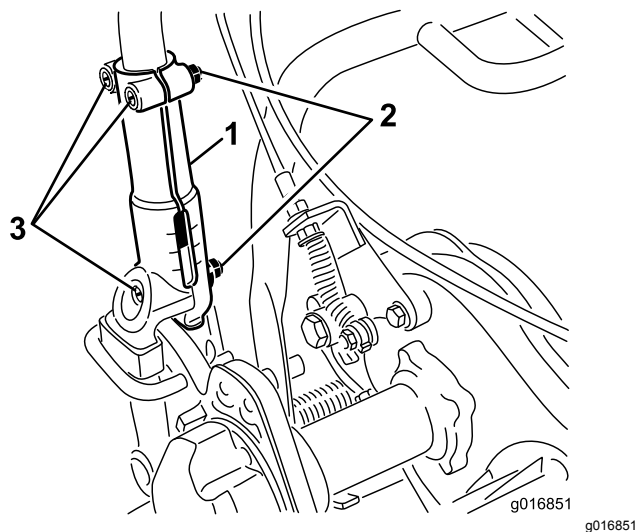

Figura 31
1. Afloje los 3 pernos de cuello cuadrado y las tuercas que sujetan ambos lados del manillar a las abrazaderas (**Figura 31**).